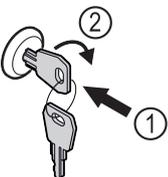

Fig. 120
- ▶ Schlüssel hineindrücken Fig. 120 (1).
- ▶ Schlüssel um 90° im Uhrzeigersinn drehen Fig. 120 (2).